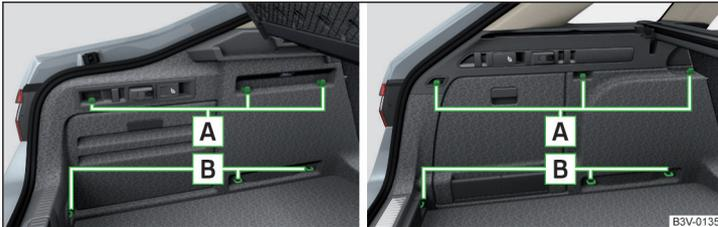
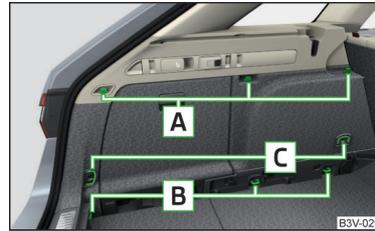

Abb. 133 Befestigungselemente: Variante 1 / Variante 2
Abb. 134
**Übersicht der Befestigungselemente** » Abb. 133 und » Abb. 134
Wenn das Fahrzeug mit dem variablen Ladeboden ausgestattet ist und dieser sich in der oberen Position befindet, dann können für die Befestigung der Netze die Verzurösen **C** verwendet werden » Abb. 134 auf Seite 108.